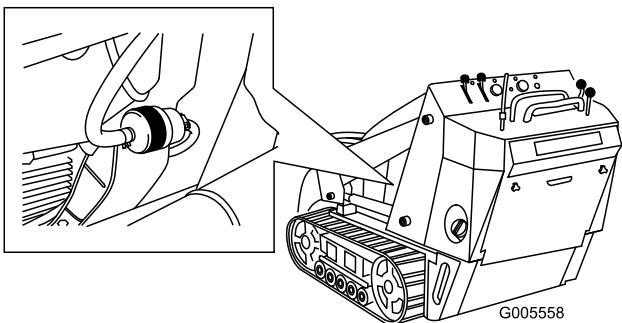

Bild 37
4. Klemmen Sie die Kraftstoffleitungen auf beiden Seiten des Kraftstofffilters fest (Bild 37).
5. Drücken Sie die Enden der Schlauchklemmen zusammen und schieben Sie sie vom Filter weg (Bild 37).